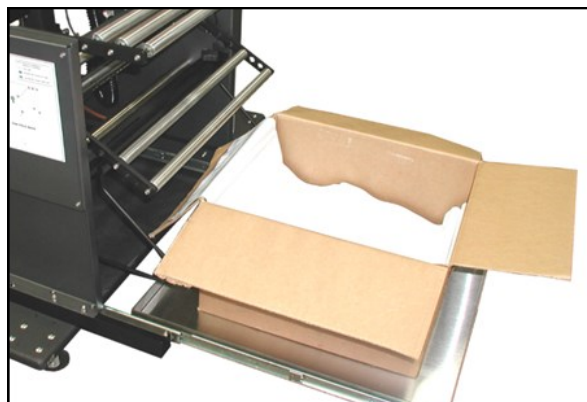

Abb. 2-4C. Karton auf Träger
- Ziehen Sie den Kartonträger aus der Abwicklung heraus und stellen Sie den Beutelkarton mittig auf den Träger. **Abb. 2-4C.**